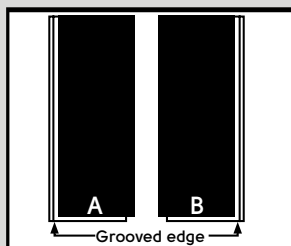

Abb. 3
3. Öffnen Sie mehrere Kartons/Schachteln des Materials. Die Dielen sind auf der Rückseite mit „A“ oder „B“ gekennzeichnet (Abbildung unten). Teilen Sie die verschiedenen Dielen in zwei Stapel auf, wobei die Kanten in die gleiche Richtung weisen. Mischen Sie die Dielen in jedem Stapel, um beim Verlegen ein natürlicheres Aussehen zu erzielen (Abb. 3).